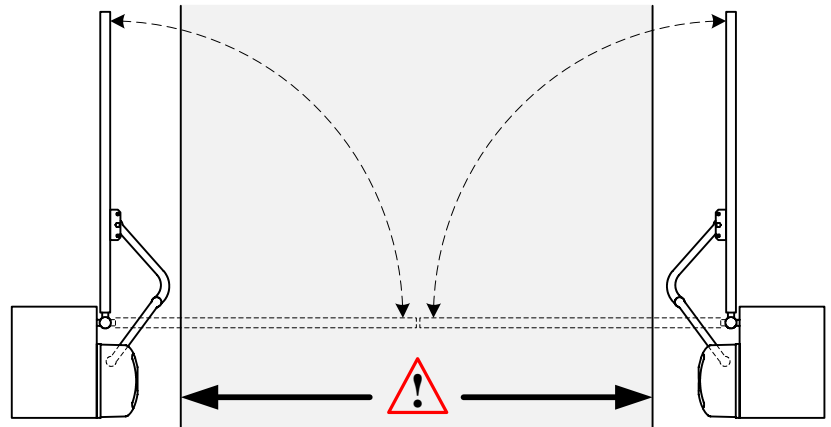

Рисунок 7. Ширина проезда при открытии ворот наружу
- Учтите, что при открытии створок наружу ширина проезда может быть уменьшена, так как приводы и рычаги выступают в сторону проезда (Рисунок 7).